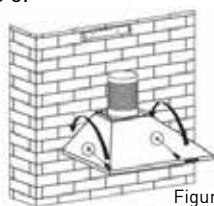

Figure 5
- Accrochez l'appareil sur le crochet et fixez-le avec les 2 vis de sécurité (4 mm x 30 mm). Voir figure 5.